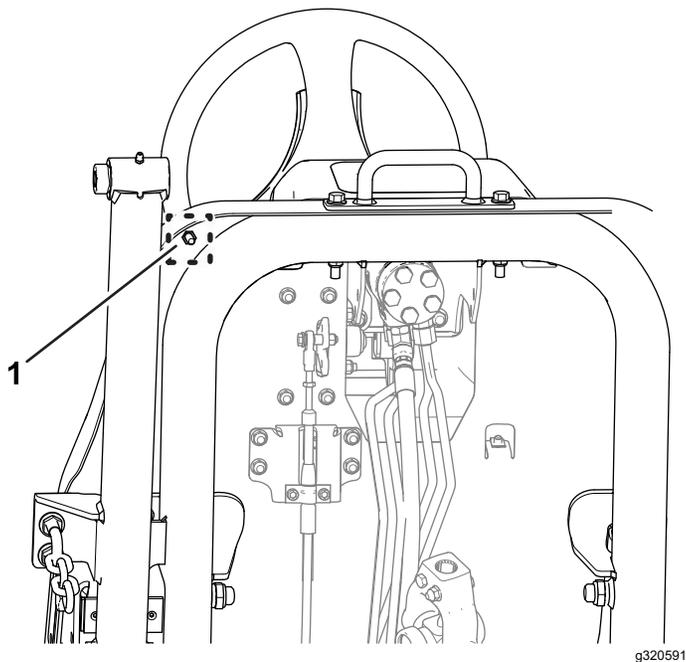

Figura 78
- B. Afloje la contratuerca situada por debajo de la placa del reposapiés (Figura 78).
- F. Mientras sujeta el tope del pedal de tracción, apriete la contratuerca situada debajo de la placa del reposapiés (Figura 77 y Figura 78) a entre 37 y 45 N·m.